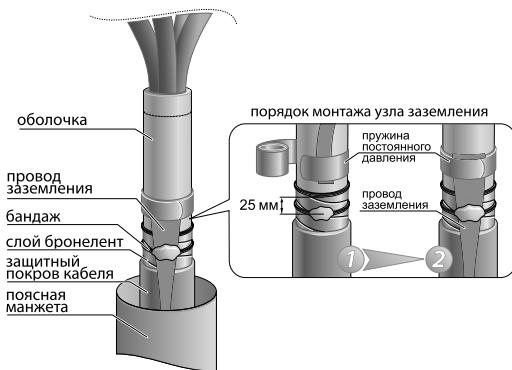
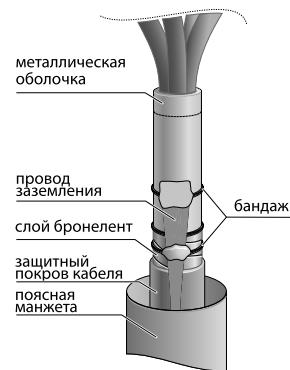

Рис.1. Комбинированная система заземления
Рис. 2. Паяная система заземления
Разделка кабеля**Рис.1. Комбинированная система заземления****Рис.2. Паяная система заземления**
- 1.2 Снять с кабеля защитный покров и броню согласно размерам, указанным на рис.1, рис. 2;
- 1.3 Произвести 2 кольцевых надреза на металлической оболочке согласно размерам, указанным на рис.1, рис. 2;
- 1.5 Для муфты 3/4КВНП-1: в месте, указанном на рис.1, облудить участок бронелент для присоединения провода заземления, согласно размерам;
- Для муфты 3/4КВНП-1 (пайка): в месте указанном на рис. 2, облудить участок бронелент и металлической оболочки. Для облучивания алюминиевой оболочки использовать припой А из комплекта монтажника. При выполнении пайки на металлической оболочке не допускается нарушение ее целостности и долговременный нагрев, приводящий к выкипанию пропитывающего состава.
- 3.2 Для 3/4КВНТп-1: расположить провод заземления вдоль оболочки так, чтобы его подготовленный (распущенный) конец был направлен к срезу бронелент. Прижать провод заземления одним витком пружины так, чтобы нижний край пружины находился на расстоянии не более 10 мм от среза бронелент. Перегнуть провод заземления в обратном направлении и произвести намотку пружины поверх провода заземления до конца (рис.1). Для муфт 3/4КВНТп-1 (пайка): расположить провод заземления таким образом, чтобы подготовленный (распущенный) конец был направлен к срезу металлической оболочки (рис. 2);